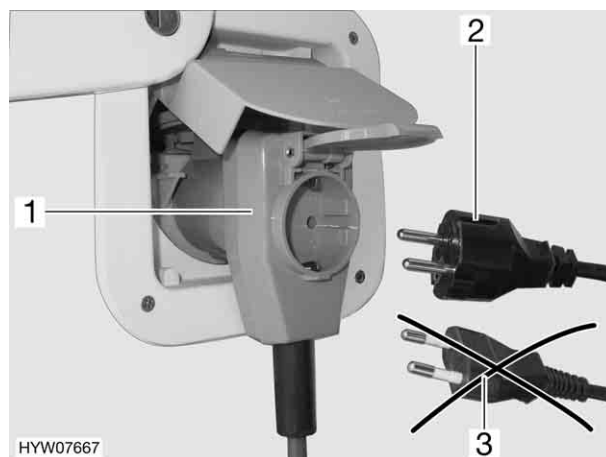

Fig. 67 Collegamento ad un connettore ad angolo provvisto di presa
- Se si impiega un connettore ad angolo CEE 17 provvisto di una presa integrata sulla parte posteriore (Fig. 67,1), utilizzare esclusivamente una spina IP 44 gommatata e sigillata con contatto di terra (Fig. 67,2). Non utilizzare spine senza contatto di terra (Fig. 67,3). Pericolo di scarica elettrica!